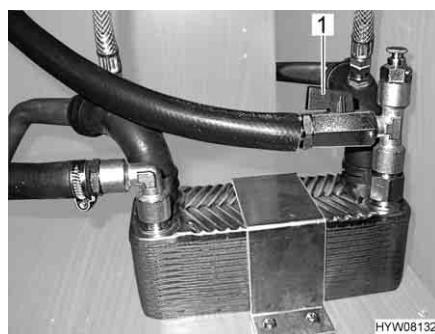

Fig. 165 Scambiatore di calore Alde
- Accensione:** ■ Posizionare la maniglia (Fig. 165,1) del rubinetto di chiusura parallelamente alla tubazione.
- Spegnimento:** ■ Posizionare la maniglia (Fig. 165,1) del rubinetto di chiusura verticalmente rispetto alla tubazione.